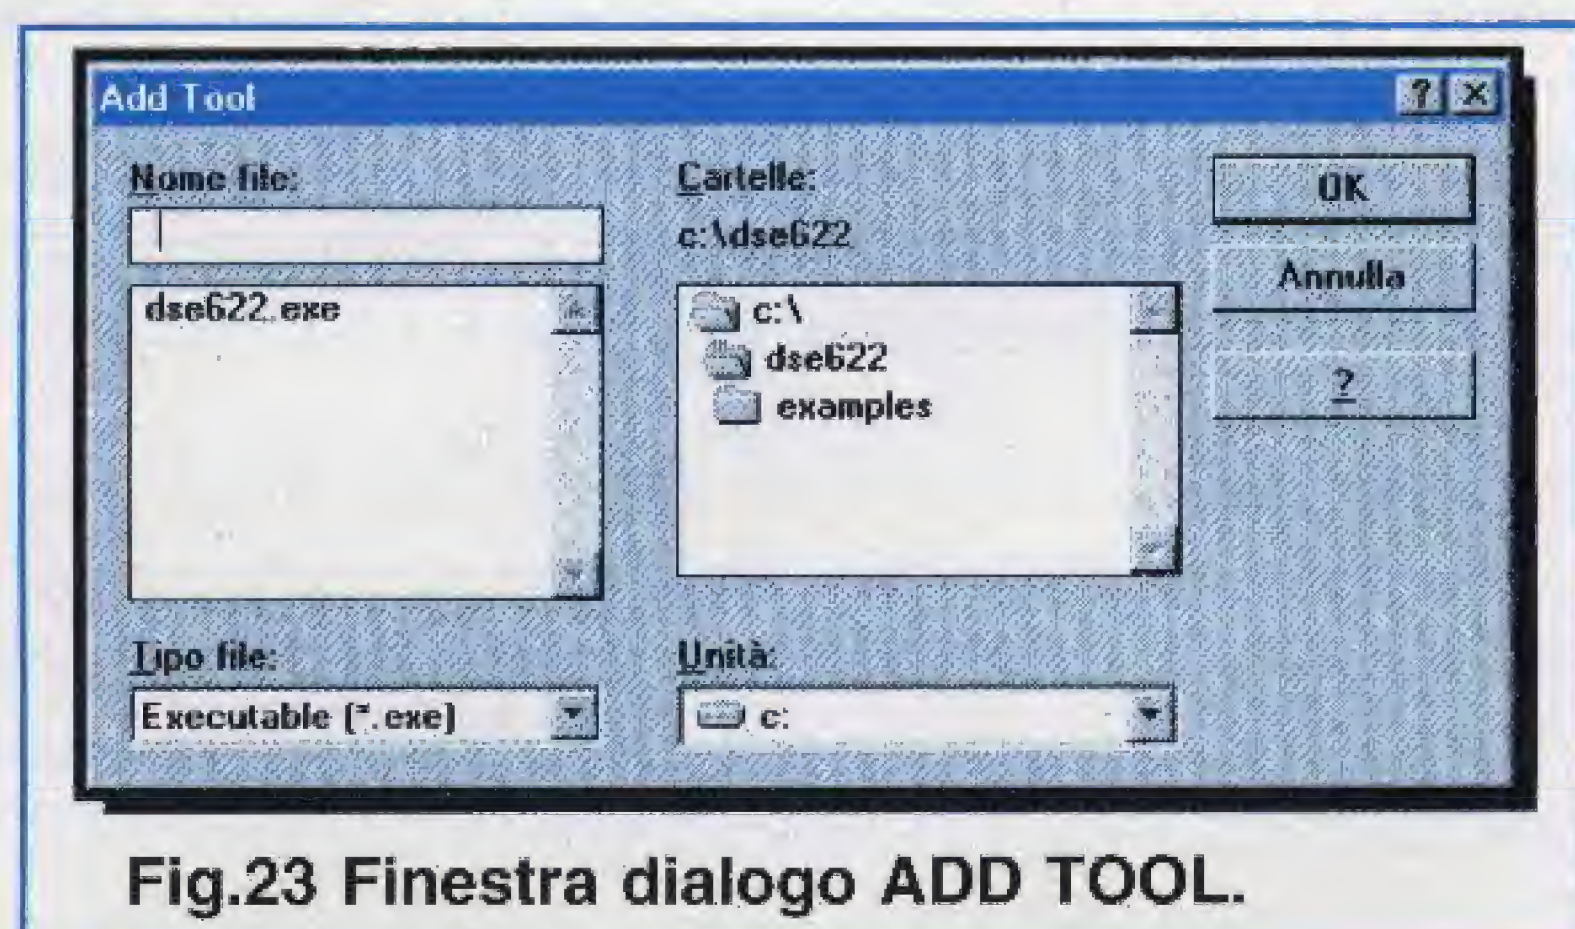

Fig.23 Finestra dialogo ADD TOOL.
- Cliccate sulla scritta **Add** per far apparire la finestra di dialogo di fig.23.